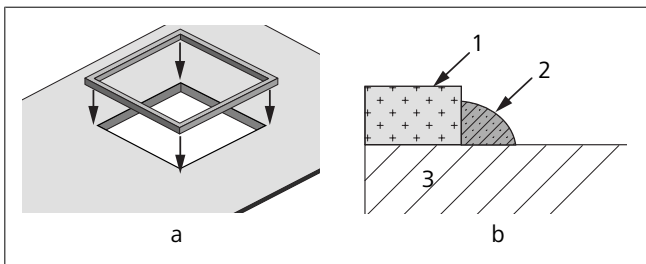
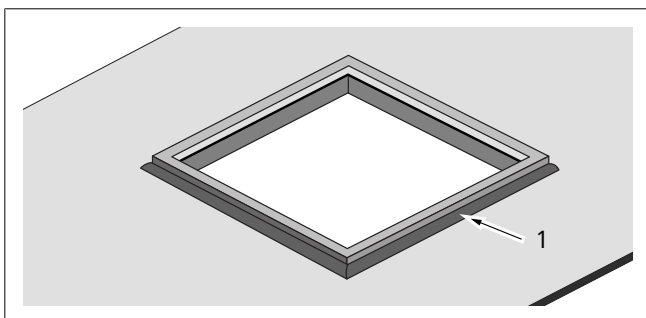

Fig. 14 CTT35 Montaggio della guarnizione su un'apertura di 360 x 360 (senza un telaio adattatore)
Fig. 15 Applicazione del sigillante (valido solo per una guarnizione su un'apertura di 360 x 360 (senza telaio adattatore)
1. Rimuovere la carta protettiva e incollare la guarnizione sul tetto (apertura di 360 x 360). Vedere le Fig. 14 a e b.
3. Applicare il sigillante autolivellante per tetti RV attorno alla guarnizione per evitare perdite. Vedere Fig. 14 b e Fig. 15.